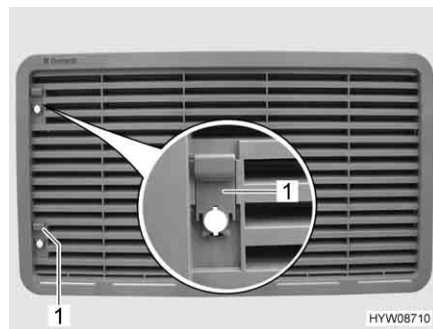

Fig. 62 Griglia di aerazione del frigorifero
- Spingere il cursore (Fig. 62,1) verso l'alto.